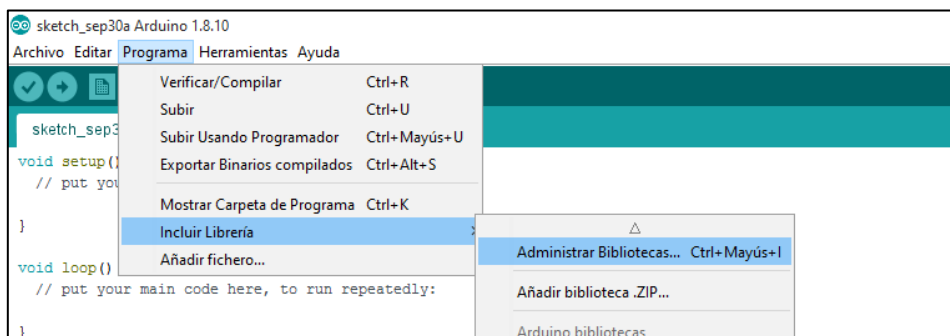

Figura 15. Incluir librerías en Arduino
- En caso de necesitar librerías específicas nos podemos dirigir a programa, incluir librería y en administrar biblioteca posteriormente se nos presenta una ventana tal como se puede ver en la figura 15. donde podemos encontrar todas las librerías y una barra donde podemos buscar alguna librería en específico.